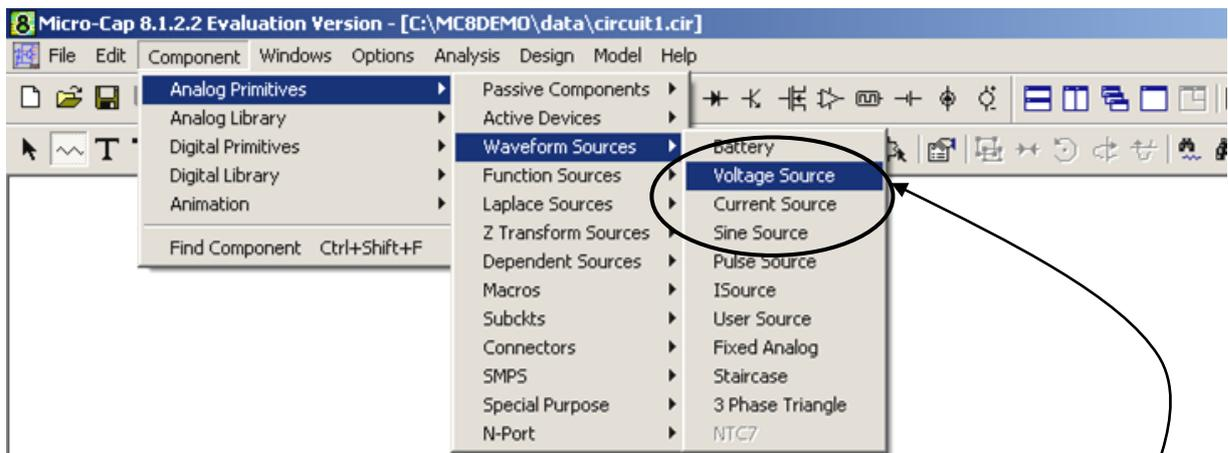

Figura 3.12
- Con respecto al modelado de la fuente de tensión (ver figura 3.12). Partimos de una función senoidal de amplitud  $2 \cdot \sqrt{2}$ , frecuencia 1000 y desfase  $0^\circ$ . Para ver los valores a introducir debe tenerse en cuenta las características del modelo de esta fuente en MicroCap. En concreto para modelar la fuente del circuito debe introducirse SIN 0 2.8284 1000 0 0 0 – cuando el desfase es nulo, no se hace necesario los últimos tres ceros-. El significado de cada valor puede obtenerse de la ayuda, marcando previamente la fuente de tensión (ver figuras 3.12, 3.13, 3.14 y 3.15)